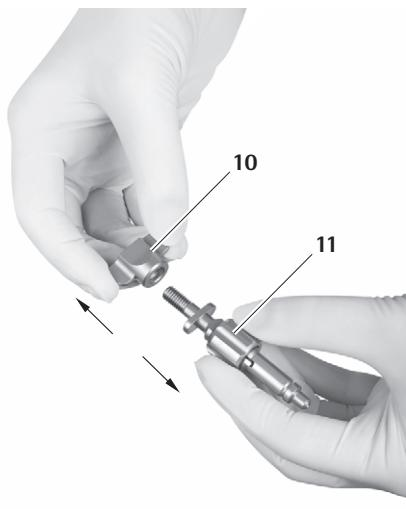

Fig. 17
- Skru vingemøtrikken 10 på holdearmsadapteren 11 af, se Fig. 17.